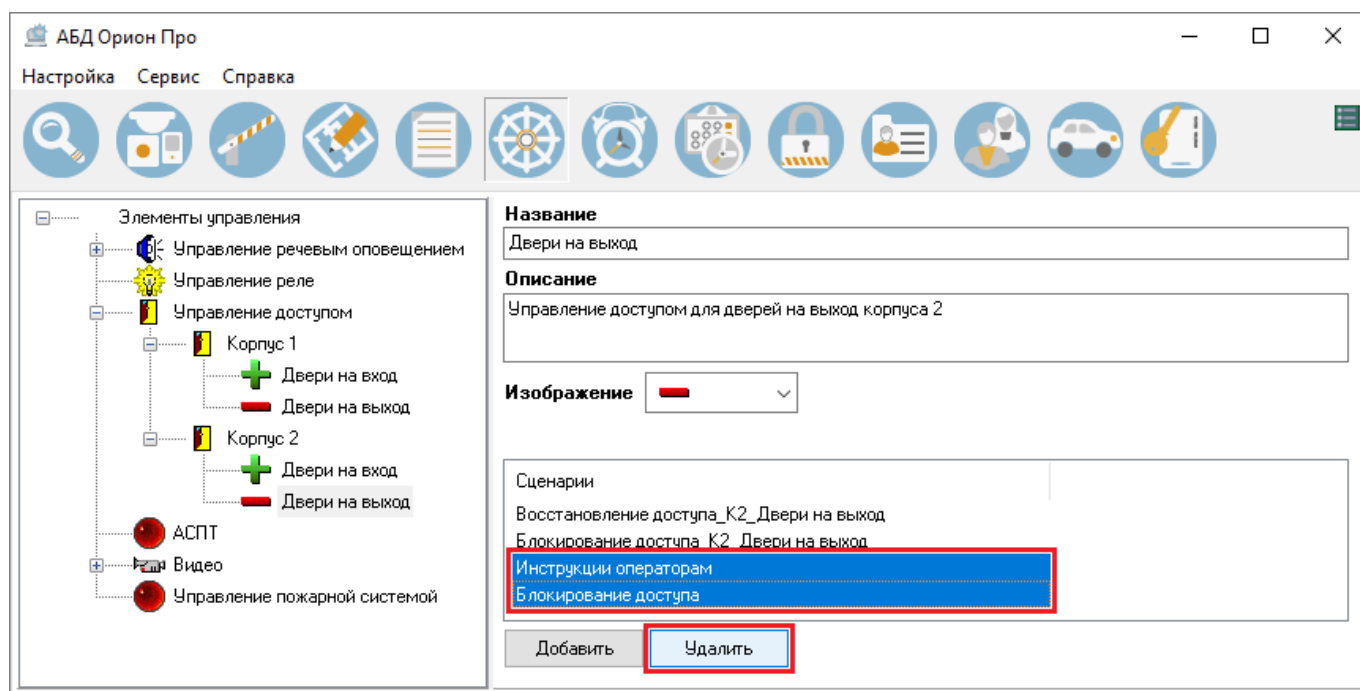

Рисунок 6-659 Переход к удалению выбранных сценариев из списка сценариев элемента управления
- 2) нажмите кнопку «Удалить» (см. Рисунок 6-659);